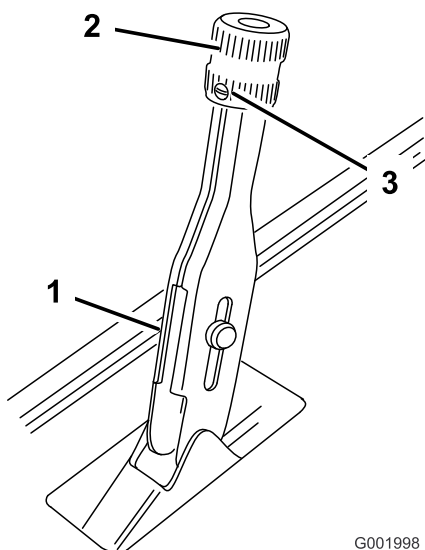

図 62
1. ブレーキ・レバーに調整ノブを固定している固定ネジをゆるめる（図 62）。